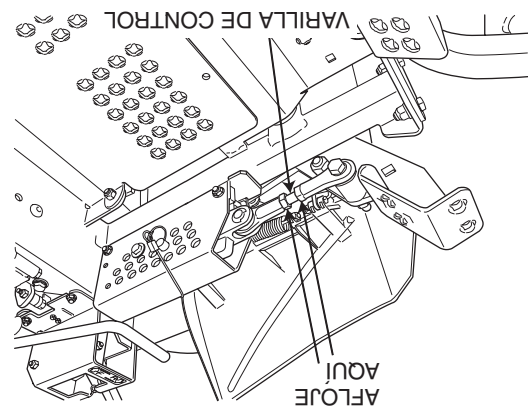

Figura 6-5. Ajuste de la altura de la plataforma de corte
1. Coloque la plataforma de corte en posición de transporte. Afloje las contratueras en ambos extremos de la varilla de control de la altura de plataforma. (Vea la Figura 6-5).
4. Verifique la medida desde el suelo hasta la punta de la cuchilla de corte. Si la medida no se encuentra en 3", puede realizarse un ajuste utilizando la varilla de control de altura de la plataforma. (Vea la Figura 6-5).